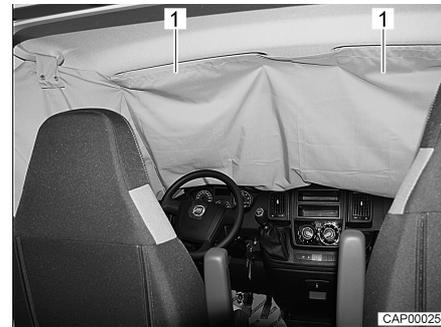

Bild 16 Fahrerhausverdunklung an Frontscheibe
■ Taschen (Bild 16,1) der Fahrerhausverdunklung über die beiden Sonnenblenden schieben.